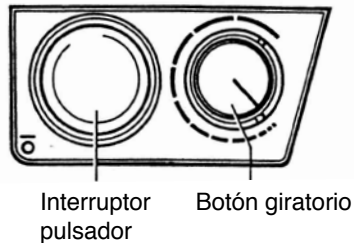

Fig. 4
- Enchufar el conector del motocompresor en la caja de enchufe y conectar el interruptor pulsador pulsando con el pulgar (fig. 4 y 5).